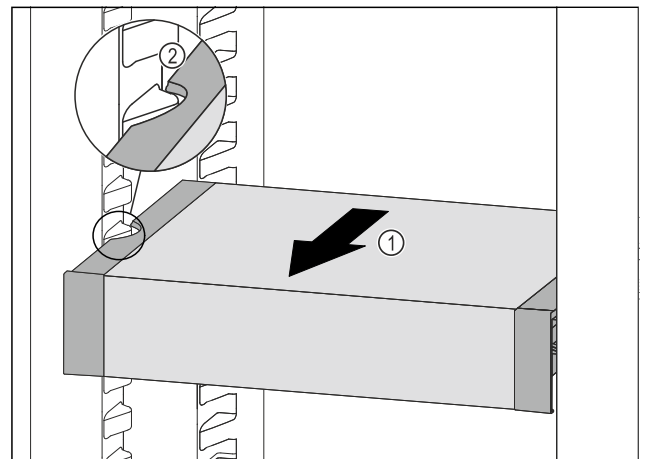

Fig. 113
- VarioSafe nach vorne ziehen *Fig. 113 (1)*, bis sich die seitlichen Aussparungen des VarioSafes auf Höhe der Behälterrippe im Kühlteil befinden. *Fig. 113 (2)*